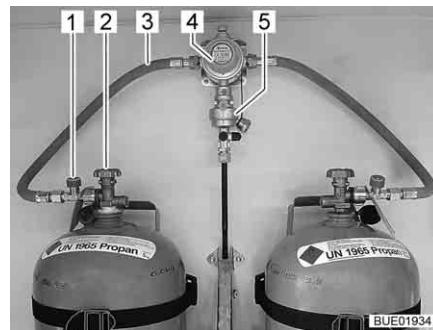
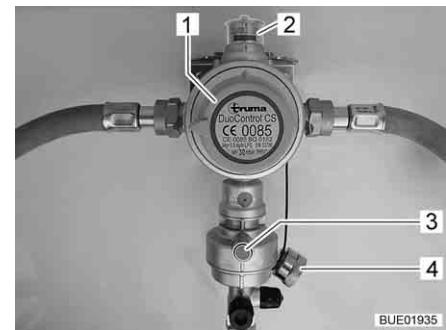
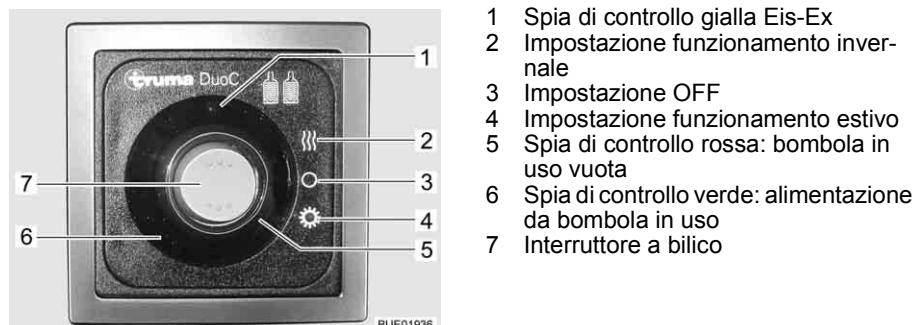

Fig. 43 Bombole del gas con DuoControl
Fig. 44 Impianto di regolazione DuoControl
Fig. 45 Centralina di controllo Duo-Control
L'impianto di regolazione DuoControl consiste in una valvola di commutazione (Fig. 43,4) e un sensore crash (Fig. 43,5). L'impianto di regolazione DuoControl è installato tra i tubi flessibili del gas (Fig. 43,3) con un dispositivo antirottura del tubo flessibile (Fig. 43,1). Con la manopola (Fig. 44,1) sulla valvola di commutazione è possibile stabilire quale delle bombole del gas viene utilizzata come bombola in uso e quale come bombola di riserva.
Nella finestra di controllo (Fig. 44,2) viene visualizzato lo stato del rifornimento di gas:
Il funzionamento con una sola bombola del gas è consentito, ma in questi casi il collegamento aperto deve essere assolutamente chiuso con una copertura cieca (Fig. 44,4).
Il sensore crash blocca l'alimentazione del gas in caso di forti vibrazioni (es. incidente). Il sensore crash viene azionato mediante pressione del tasto reset verde (Fig. 44,3).
Il dispositivo antirottura del tubo flessibile (Fig. 43,1) blocca il flusso di gas quando il tubo flessibile collegato si rompe. Il dispositivo antirottura del tubo flessibile deve essere attivato premendo il tasto verde.
Tramite la centralina di controllo (Fig. 45) è possibile attivare e disattivare l'alimentazione del gas tramite l'impianto di regolazione DuoControl. Le valvole principali di arresto (Fig. 43,2) delle bombole del gas e i rubinetti di arresto del gas degli apparecchi devono essere aperti manualmente.
È possibile passare dal funzionamento estivo a quello invernale tramite l'interruttore a bilico (Fig. 45,7) della centralina di controllo.
Le due spie di controllo sulla centralina di controllo indicano il livello di riempimento della bombola in uso. Quando la spia di controllo verde (Fig. 45,6) è accesa, la bombola in uso è sufficientemente piena. Se è accesa la spia di controllo rossa (Fig. 45,5), la bombola in uso è vuota. Il rifornimento di gas avviene poi tramite la bombola di riserva.
- Con la manopola (Fig. 44,1) sulla valvola di commutazione selezionare la bombola del gas, da cui proviene la principale alimentazione del gas (bombola in uso). Girare la manopola fino all'arresto.
- Aprire le valvole principali di arresto (Fig. 43,2) delle bombole del gas.
- Premere il tasto verde del dispositivo antirottura del tubo flessibile (Fig. 43,1). Nella finestra di controllo (Fig. 44,2) viene visualizzato il simbolo verde.
- Sulla centralina di controllo (Fig. 45) attivare l'impianto di regolazione DuoControl. Posizionare l'interruttore a bilico (Fig. 45,7) su funzionamento invernale (Fig. 45,2) oppure su funzionamento estivo (Fig. 45,4). La spia di controllo gialla Eis-Ex (Fig. 45,1) si accende quando si seleziona il funzionamento invernale.
- Portare l'interruttore a bilico (Fig. 45,7) nella posizione OFF (Fig. 45,3). Le spie di controllo si spengono.
- Chiudere le valvole principali di arresto (Fig. 43,2) delle bombole del gas.
Se la spia di controllo verde (Fig. 45,6) si spegne durante il funzionamento e la spia di controllo rossa (Fig. 45,5) si accende, significa che la bombola in uso è vuota e deve essere sostituita. Nella finestra di controllo (Fig. 44,2) viene visualizzato il simbolo rosso. La bombola di riserva continua ad alimentare le utenze a gas.
- Ruotare di mezzo giro la manopola (Fig. 44,1) in direzione della bombola del gas utilizzata. In questo modo questa bombola del gas ora è la bombola in uso, mentre la bombola del gas vuota diventa la bombola di riserva. Il simbolo nella finestra di controllo (Fig. 44,2) passa da rosso a verde.
- Chiudere la valvola principale di arresto (Fig. 43,2) della bombola del gas vuota. Osservare la direzione della freccia.
- Premere il tasto verde del dispositivo antirottura del tubo flessibile (Fig. 43,1).